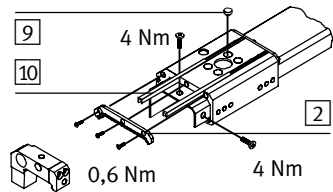

Bild 9
- Bürstenabstreifer **2** montieren (Anziehdrehmomente siehe Bild 9).